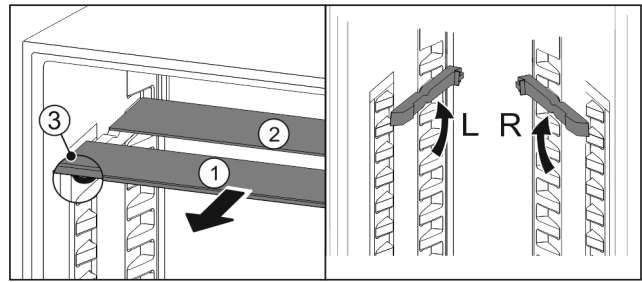

Fig. 80
- ▶ Glasplatten einzeln nach vorne herausziehen Fig. 80 (1).
- ▶ Glasplatte Fig. 80 (1) mit Zierleiste liegt vorne.
- ▶ Stopps Fig. 80 (3) zeigen nach unten.